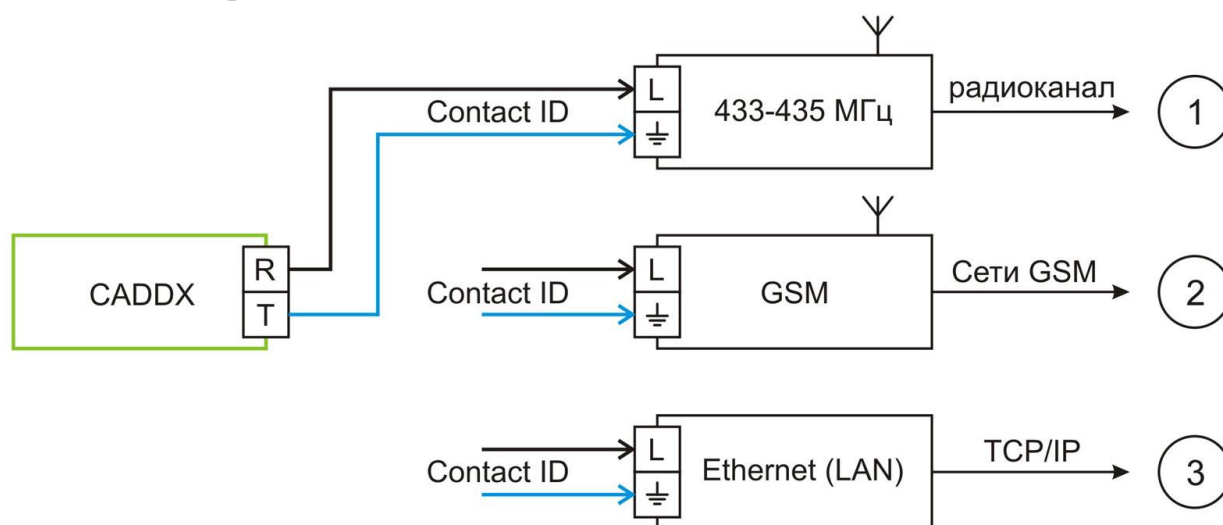

Рис. 53.
2. Подключить панель CADDX к передатчику «ЦЕРБЕР» по схеме, приведенной ниже (рис. 53).